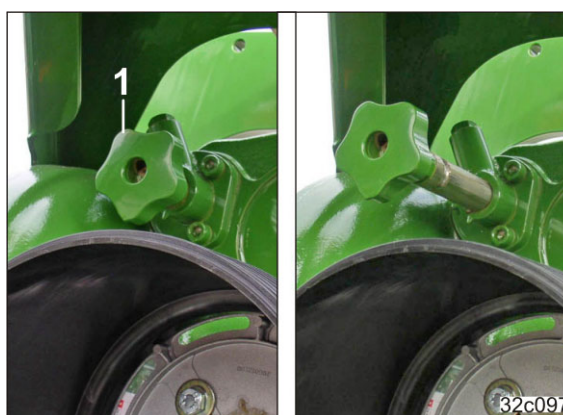

Рис. 94
1. Рычаг переключения (Рис. 94/1) предназначен для переключения передач редуктора.